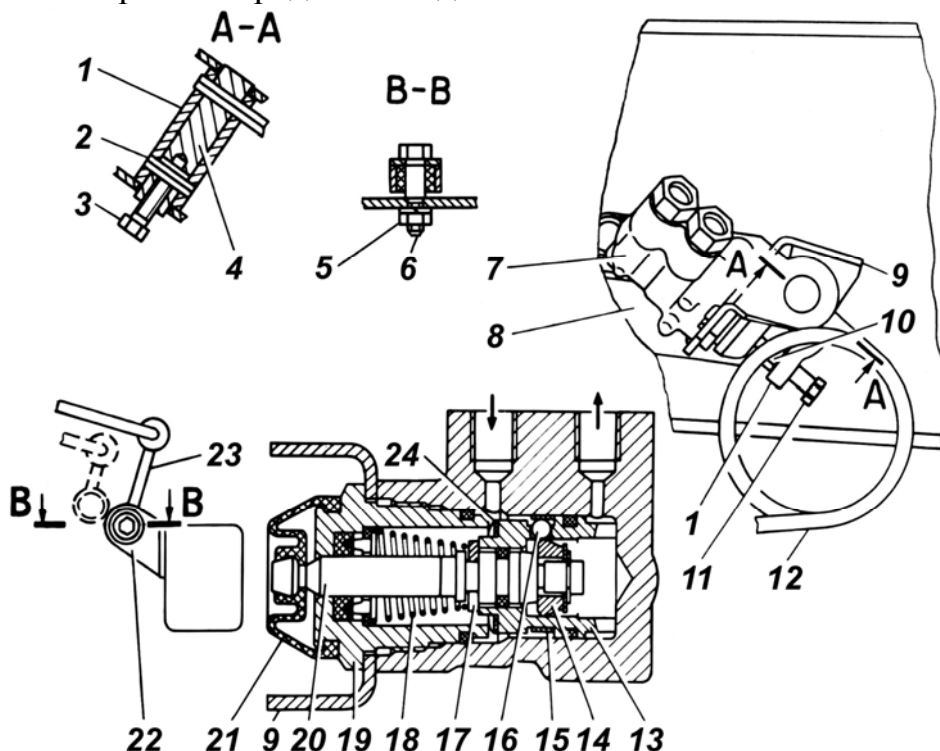

Рис. 9.8. Регулятор давления:
Регулятор давления (рис. 9.8) корректирует давление тормозной жидкости в приводе задних тормозных механизмов в зависимости от загрузки автомобиля для предотвращения его заноса при интенсивном торможении.
2. Отвернуть контргайку 10 (рис. 9.8).